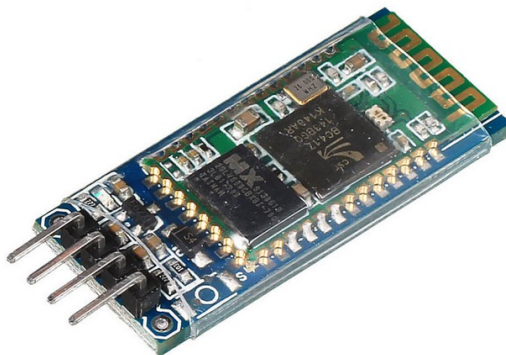

Рисунок 5: Bluetooth-модуль HC-06
- Подключите Bluetooth-модуль HC-06 (рис. 5) к разъему UART XS2 контроллера следующим образом: